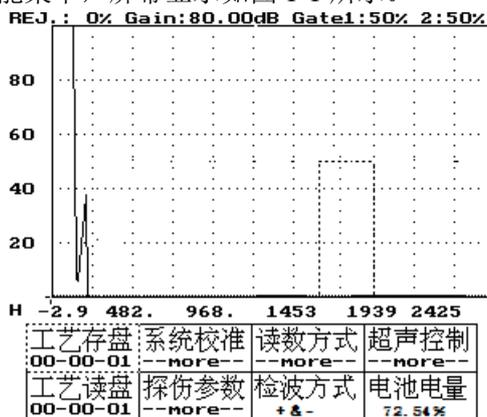

图 1-1
- 1、按菜单键——显示功能菜单，屏幕显示如图 1-1 所示。
- 按菜单键——显示功能菜单，屏幕显示如图 1-1 所示。
1. 按菜单键——显示功能菜单，屏幕显示如图 1-1 所示。